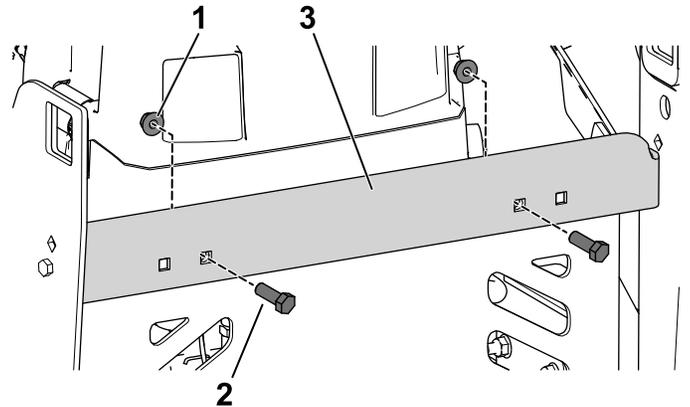

Figure 15
2. Fixez le renfort transversal à la protection arrière à l'aide des 2 boulons à tête hexagonale (5/16" x 7/8") et écrous à embase (Figure 15).